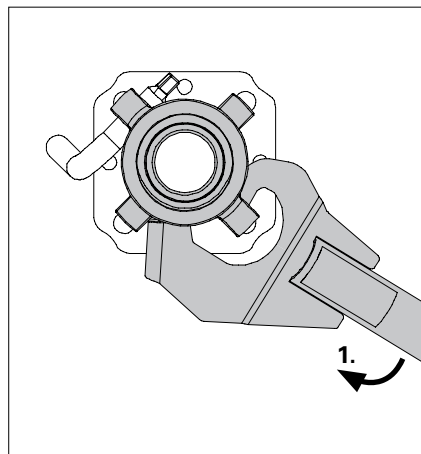

Fig. A2.03
- leva di disarmo PEP Art. n° 118345 (Fig. A2.03/A2.03a)